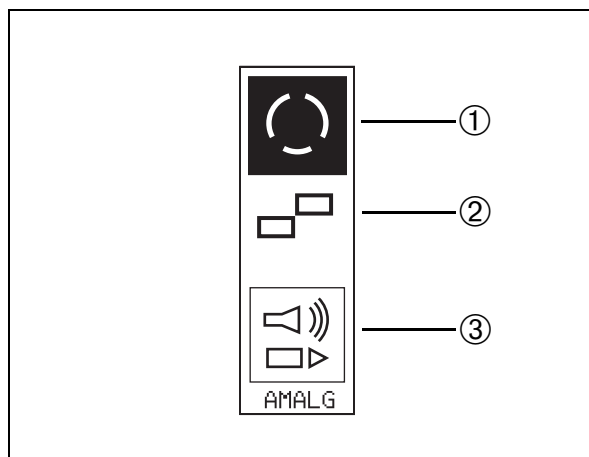

Abb. 41
Sobald der Füllstand des Amalgamsammelbehälters 95% beträgt, erscheint das Symbol ③ (Abb. 41) blinkend im schwarzen Feld. Gleichzeitig ertönt eine Signalmelodie.
- Schalten Sie durch kurzes Betätigen der Taste ③ (Abb. 41) die Signalmelodie aus (die Füllstandsanzeige ③ blinkt weiterhin).
Wird der Sammelbehälter nicht umgehend gewechselt, füllt sich der Behälter zu 100%. In diesem Fall lässt sich die Signalmelodie nicht mehr abstellen. Zusätzlich zur Füllstandsanzeige ③ (Abb. 41) blinkt die Störungsanzeige ② (Abb. 41). Der Saugstrom wird automatisch blockiert. Ein Absaugen ist nicht mehr möglich.